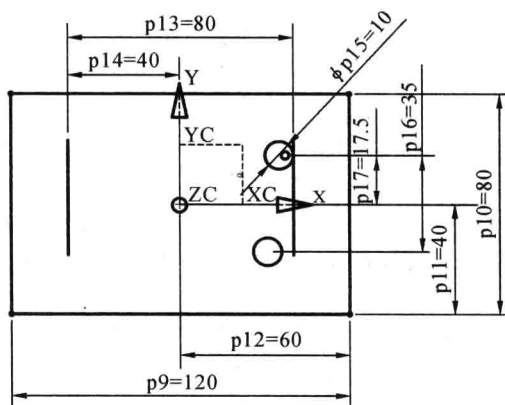

图 1-11 约束一个圆与直线的位置
(8) 单击“草图”工具栏中的“约束”按钮,分别选择第(5)步中绘制的右边的一条竖直的直线和一个圆靠近该直线的圆弧部分,单击“约束”中的图标,结果如图 1-11 所示。